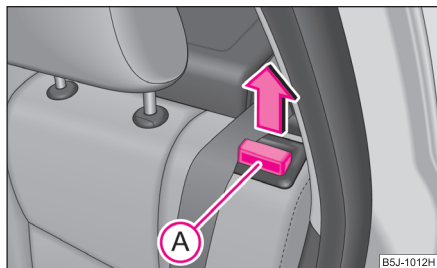

Fig. 53 Deblocarea spătarului
- Deblocați spătarul trăgând de butonul de siguranță A și rabatați-l în față ⇒ fig. 53.
- Asigurați-vă că partea roșie a butonului de siguranță A nu se vede ⇒ fig. 53.